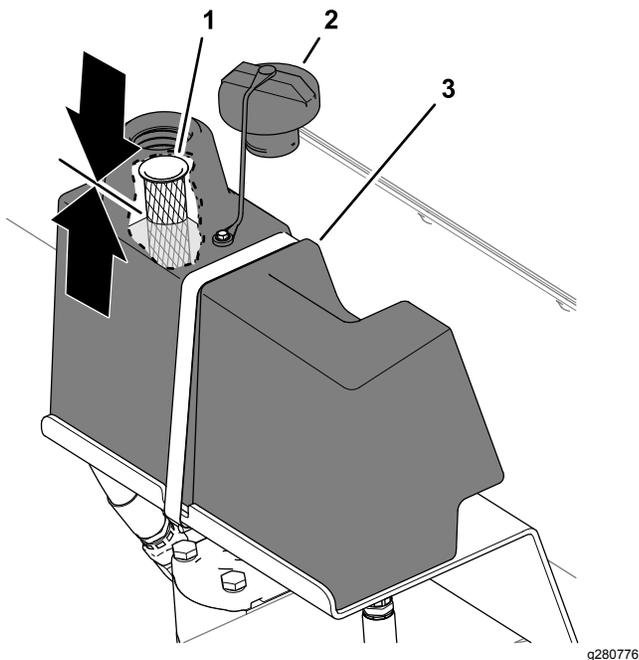

图35
2. 清洁液压油箱加油颈和油箱盖周围的区域并取下油箱盖 图35。
液位应达到距加油颈滤网一半的距离 图35。
5. 安装液压油箱盖 图35。
5. 清洁液压油箱加油颈和油箱盖周围的区域并取下油箱盖请参阅检查液压油油位(页码21)中的图35。
8. 安装液压油箱盖请参阅检查液压油油位(页码21)中的图35。